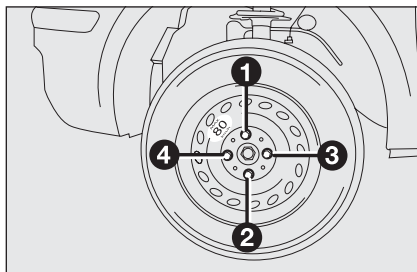

fig. 9
- ☐ stringere a fondo i bulloni, passando alternativamente da un bullone a quello diametralmente opposto, secondo l'ordine illustrato in fig. 9.